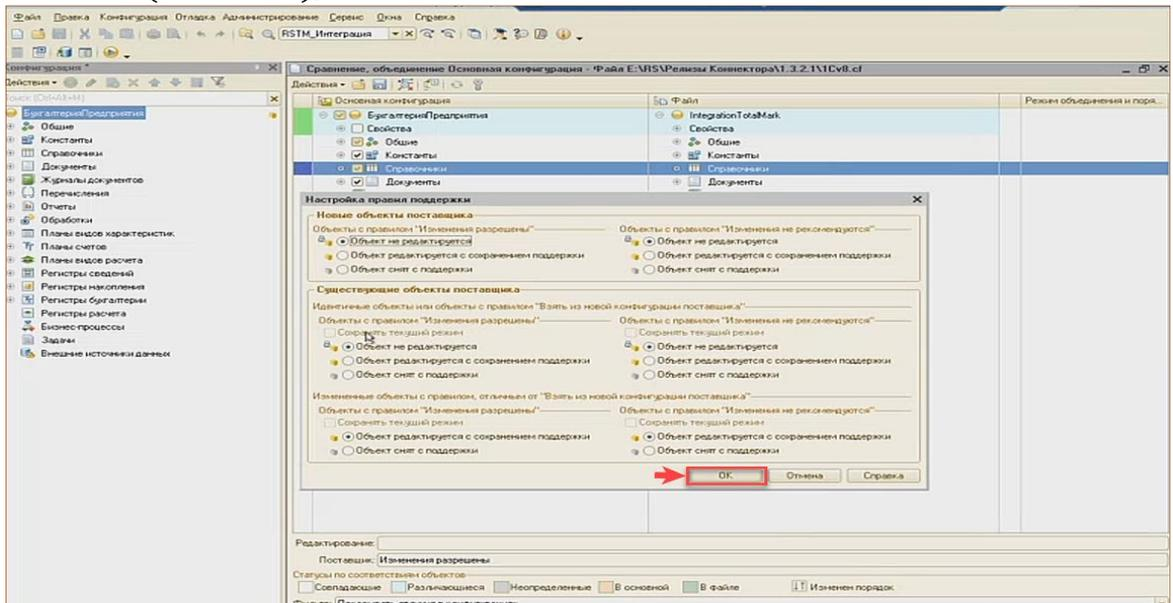

Рис. 11.12 - Объединение конфигураций
7) В настройках правил поддержки оставить все пункты по - умолчанию и нажать «ОК» (Рис. 11.12);